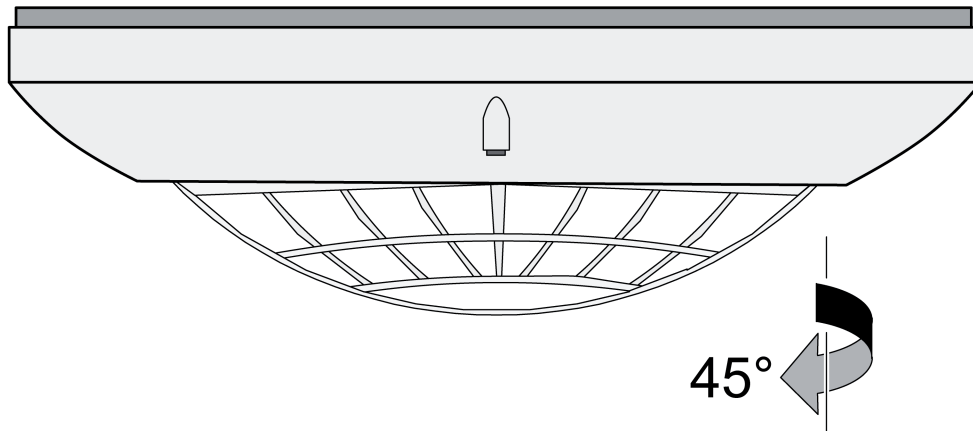

Figure 7
- Tourner le détecteur de présence sur env. 45° dans le sens horaire pour le détacher de la plaque de fond (figure 7).